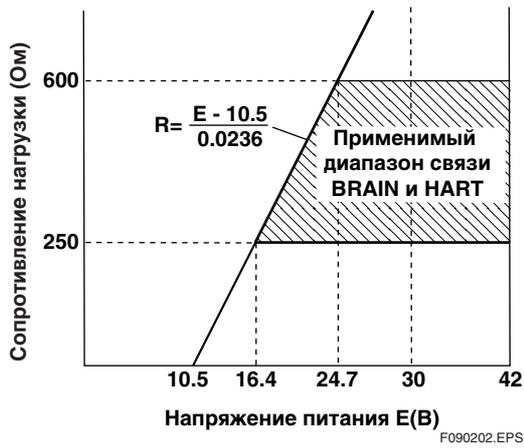

Рис.9.2.2 Соотношение между напряжением питания и сопротивлением нагрузки
(соотношение между напряжением питания и сопротивлением нагрузки приведено на рис.9.2.2)
**Сопротивление нагрузки:** 250-500 Ом (включая сопр. кабеля). См. рис.9.2.2.
**Напряжение питания:** 16.4 – 42 В пост. тока для протоколов цифровой связи BRAIN или HART. (для взрывозащищенных моделей - 16.4–30 В пост. тока). См. рис.9.2.2.